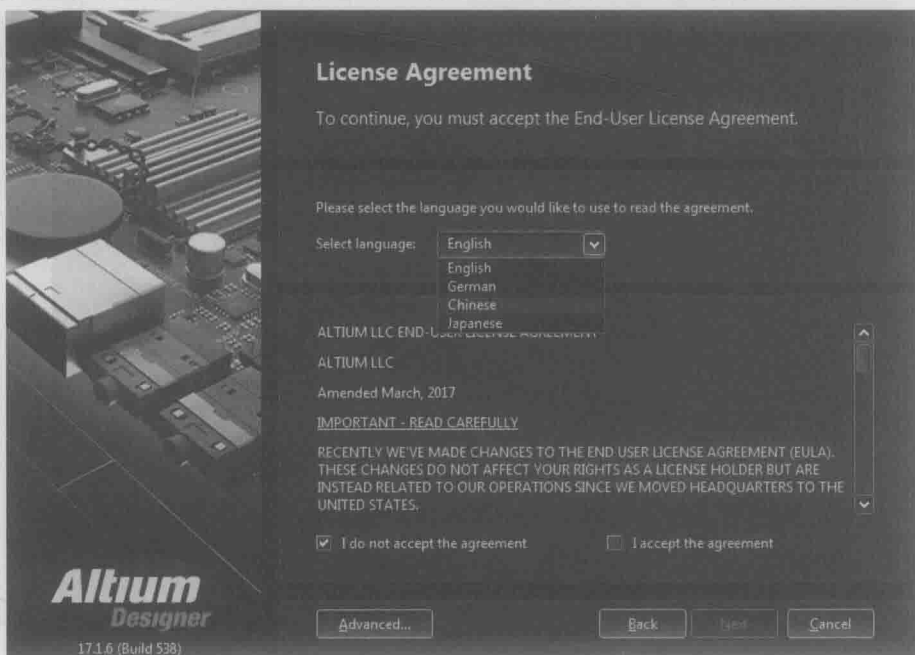

图 1-2 语言选择
②在安装前,也可以提前在图 1-1 所示的对话框中选择安装语言。软件支持 4 种语言:英文、简体中文、德语、日语。用户可以根据需要进行选择,如图 1-2 所示,再单击“Next”按钮。